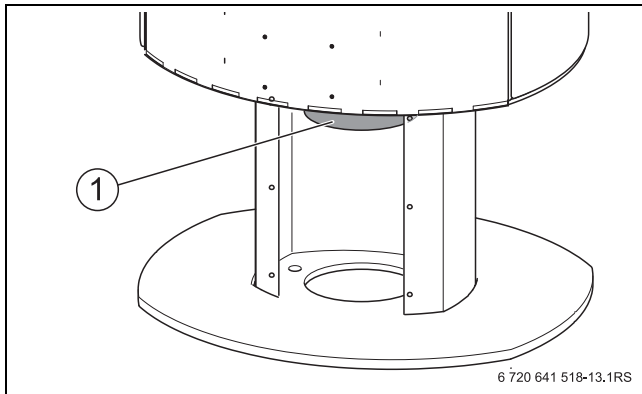

Рис. 15 Патрубок воздуха для горения
- Подключите воздуховод подачи воздуха для горения к патрубку (→ рис. 15, [1]).